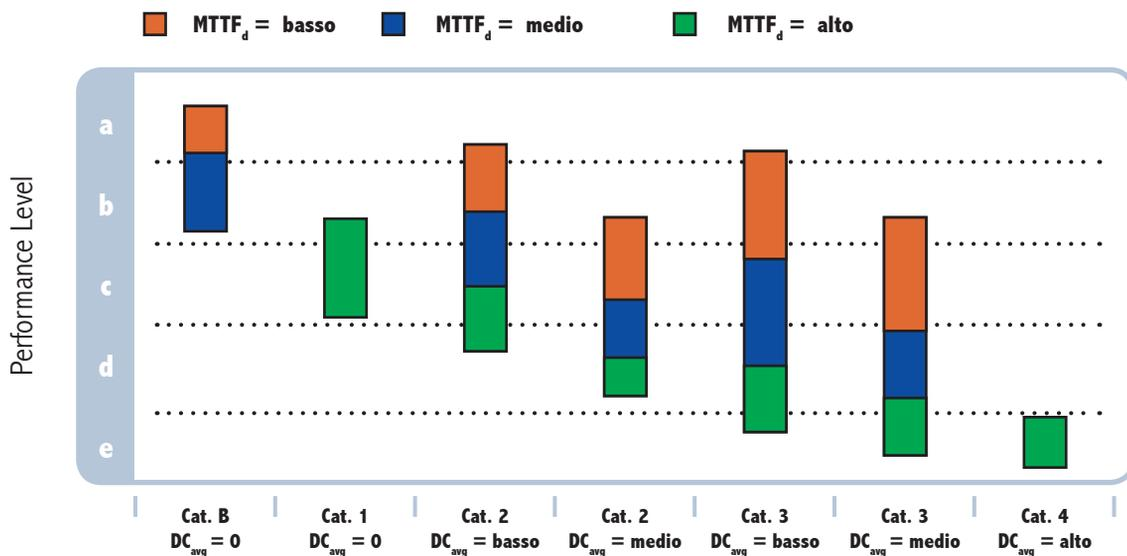

Fig. 6 - figura di ISO 13849-1
- nel caso sia stato necessario scrivere software, di aver adottato tutti gli aspetti di organizzazione esemplificati nel modello di sviluppo a V di Fig. 6 della norma ISO 13849-1 e di aver rispettato i requisiti di sviluppo sia per il software applicativo che per quello incorporato.